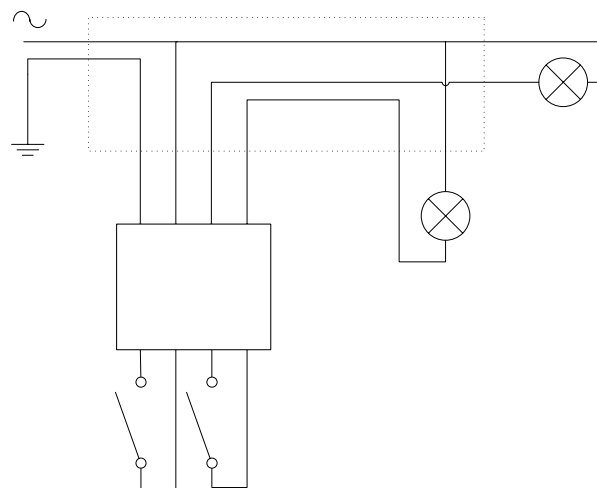

Figura 4. Esquema final.
- El esquema del circuito final debe quedar como muestra la figura 4.